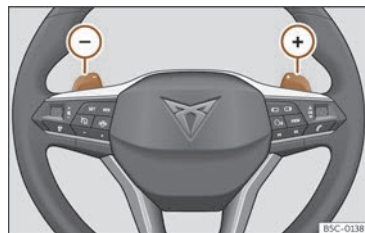

Fig. 116 Volante: pancas para cambio automático.
- Prema a leva de cambio (+) para inserir unha marcha superior >>> fig. 116.